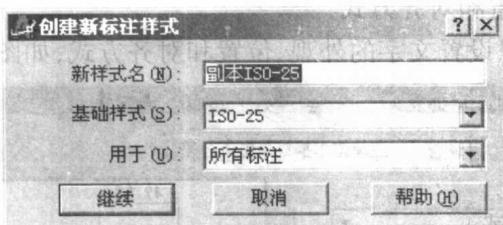

图 1-11 创建新标注样式
② 在“标注样式管理器”中单击“新建”按钮，打开如图 1-11 所示的“创建新标注样式”对话框，在其中输入新样式名，再选择要用作新样式的“基础样式”。如果当前没有创建样式，将以“STANDARD”或“ISO-25”为基准样式开始。